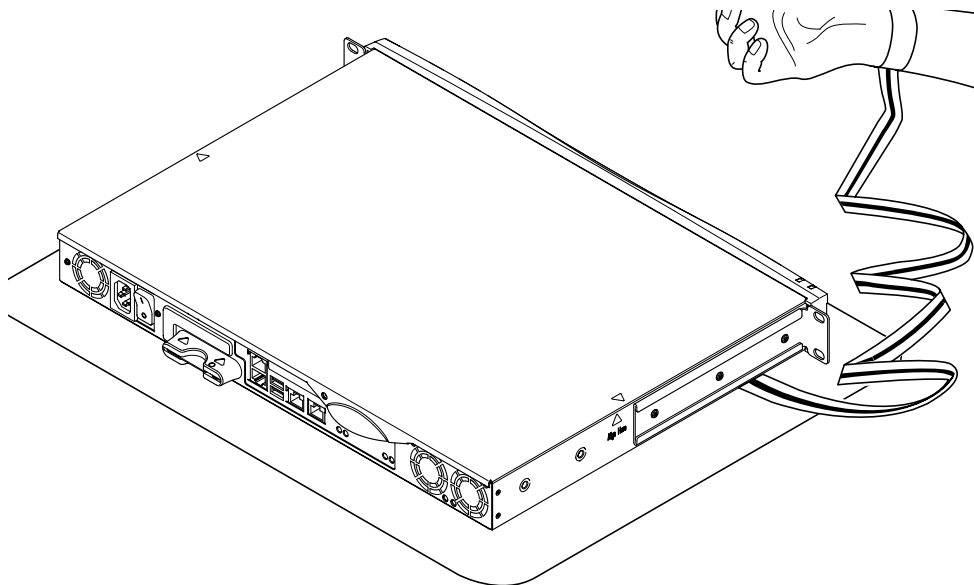

РИС. 8-2 Пользование антистатическим браслетом, входящим в комплект поставки
Внимание – В системе имеются электронные детали, чрезвычайно чувствительные к статическому электричеству. Не прикасайтесь к металлическим деталям. Помещайте изделие на антистатическую подкладку (см. РИС. 8-2). Пользуйтесь антистатическим браслетом, входящим в комплект поставки сервера, который следует прикрепить к металлическому основанию корпуса сервера, прежде чем прикасаться к внутренним компонентам системы.
1. Поставьте сервер на заземленную антистатическую подкладку и прикрепите к нему антистатический браслет (см. РИС. 8-2).
1. **Поставьте устройство на заземленную антистатическую подкладку и присоедините к нему антистатический браслет (см. РИС. 8-2).**
1. Поставьте устройство на заземленную антистатическую подкладку и присоедините к нему антистатический браслет (см. РИС. 8-2).